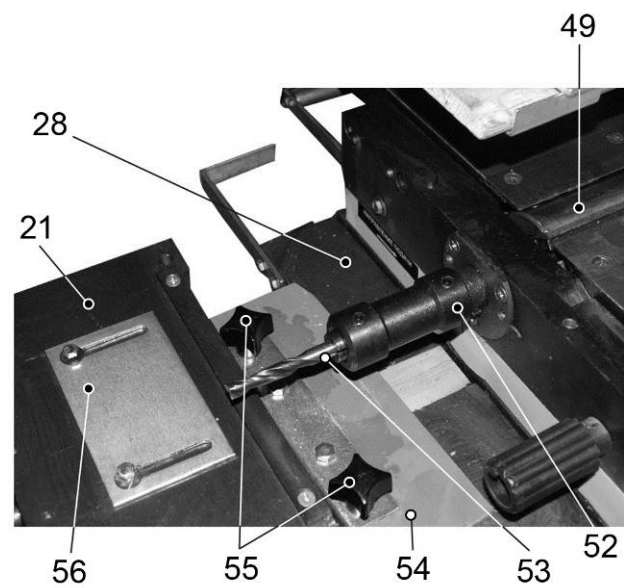

Рис. 11
- маховиком поперечной подачи (37) установить необходимое положение фрезерного рабочего стола (28) относительно фрезерного режущего инструмента;
- установленное положение фрезерного рабочего стола (28) зафиксировать ручкой фиксации (39);
- направляющий упор (56) установить в зависимости от глубины фрезерования / сверления, Рис. 11.
8.2.9. На фрезерном рабочем столе (28) установите и закрепите фрезерный суппорт (21), Рис. 11.
8.3.1. При выполнении фрезерных операций с применением пальчиковых фрез (53) на выступающую часть (шпиндель) строгального вала (49) установите и закрепите специальный фрезерный патрон (52), Рис. 11.
8.3.2. В специальный фрезерный патрон (52) вставьте необходимую разрезную вставку (см. комплектность) сквозной прорезью перпендикулярно болту фиксации, установите пальчиковую фрезу (53) и, используя шестигранный ключ (см. комплектность), закрепите пальчиковую фрезу (53), Рис. 11
8.3.4. При выполнении фрезерных операций с применением фрезерной головки (59) или насадных фрез (не комплектуется) необходимо установить ее на выступающую часть (шпиндель) строгального вала (49). Учитывая направление движения, установите и закрепите вышеперечисленный режущий инструмент, Рис. 11, 3.